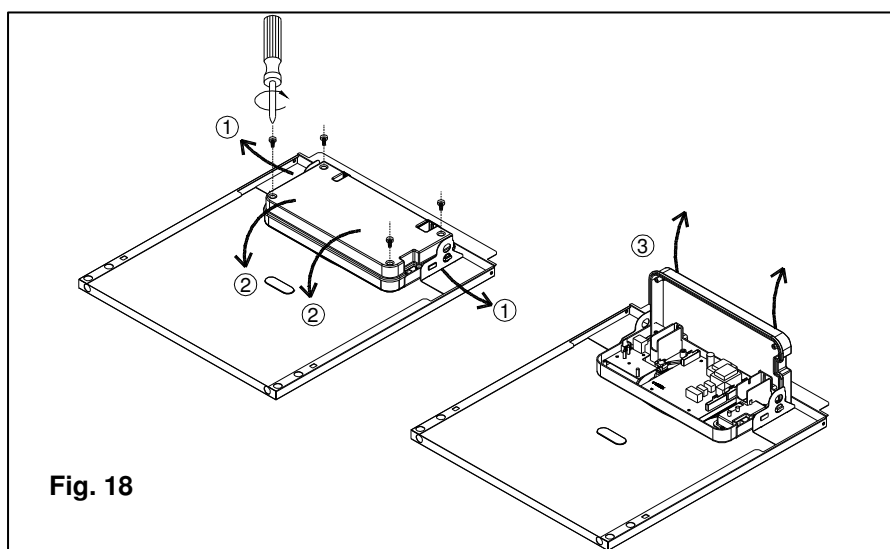

Fig. 18
- Saisir en même temps les équerres du tableau des commandes (fig. 18- réf. 1) et les écarter pour ouvrir le panneau en le faisant pivoter vers le bas (fig. 18- réf. 2).
- Dévisser les quatre vis de fixation (fig. 18 - réf. 3) et retirer le capot.